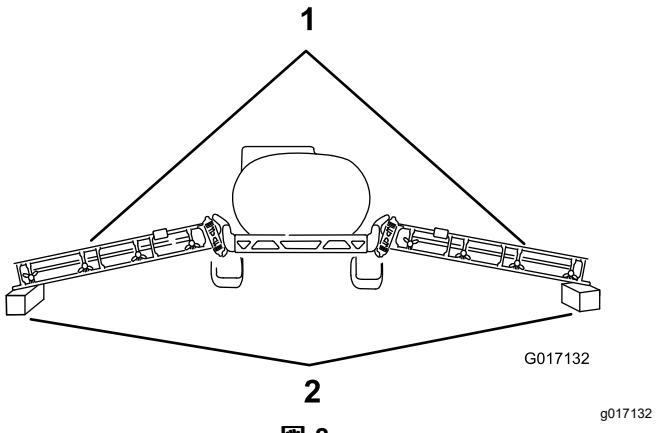

図 8
3. 図 8 のように、左右の各ブームを角材の上に約 10 cm 浮かせた状態に注意深く降ろす。